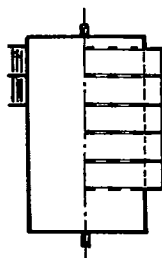

FIGURE 6 / ФИГУРА 6
33.2 **sectional warping machine** (see figure 6): Warping machine for winding the total number of ends in successive warp sections each of which is limited by lateral means, for example pins, clips, limiting plates, set irons, on the drum or reel, from which the warp is rewound in full width onto a beam.
ourdissoir sectionnel à dispositifs latéraux (voir figure 6): Ourdissoir servant à enrouler le nombre total des fils du cantre par sections d'ourdissage successives. Chaque section est limitée par des dispositifs latéraux sur le tambour ou le rouleau, par exemple chevilles, pinces, disques, jeux de pièces en fer. La chaîne est réenroulée en pleine largeur sur une ensouple.